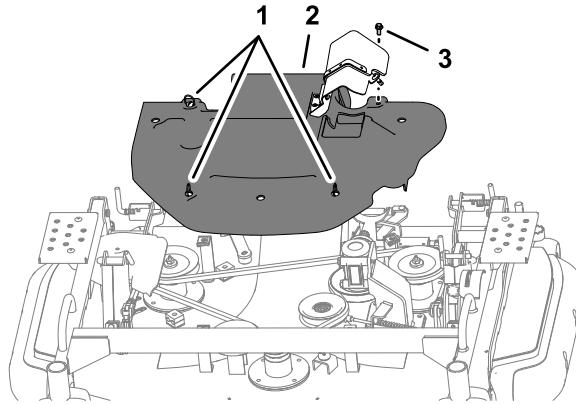

Figura 116
1. Ruotate i 3 fissaggi a un quarto di giro in senso antiorario (Figura 116).
- Allentate questa vite (Figura 116).
- Allineate i fissaggi a un quarto di giro del copricinghia con i dadi in gabbia del piatto di taglio; fate riferimento alla Figura 116 in Rimozione del copricinghia \(pagina 78\).
alla Figura 116 in Rimozione del copricinghia (pagina 78).